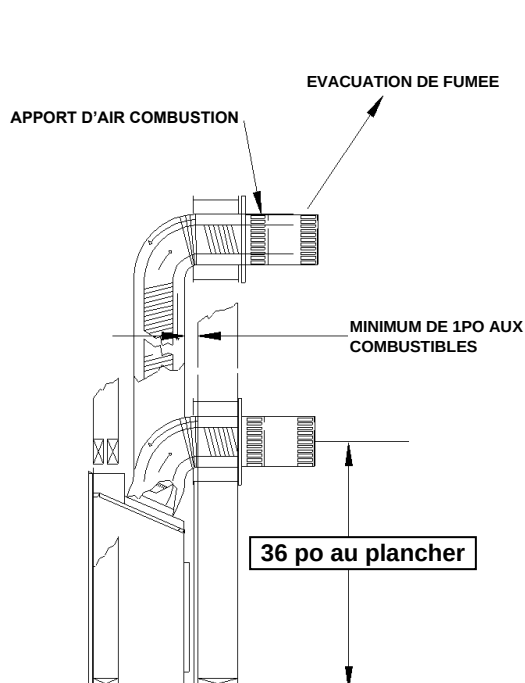
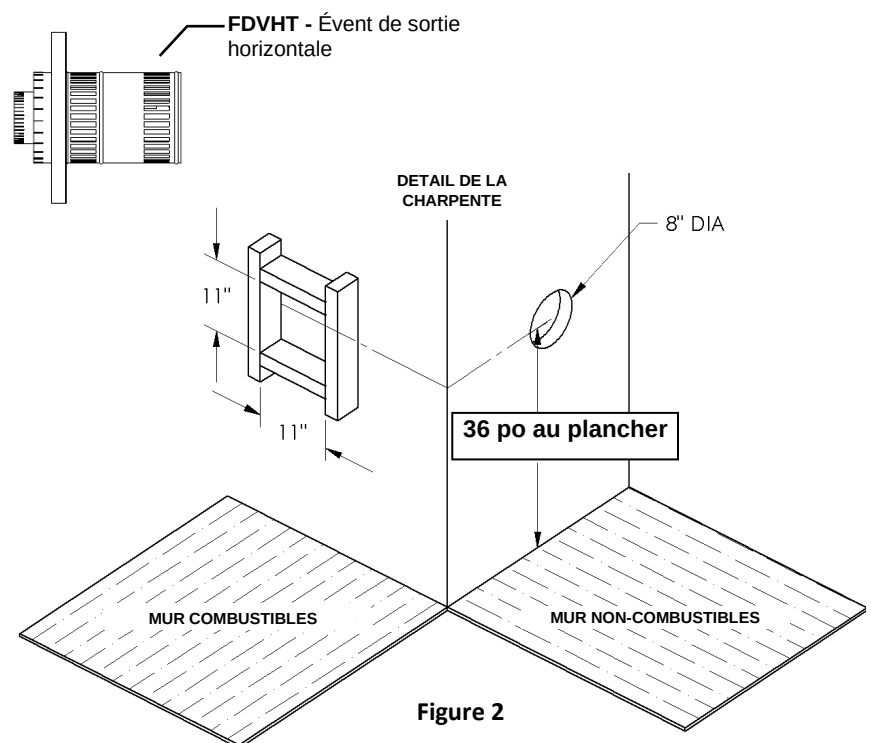

Figure 1
Figure 2
Placez les ressorts d'espacement environ tout les 2pi pour stabiliser le conduit flexible de 4po à l'intérieur du conduit flexible de 7po. Pour les courbes, placez les ressorts dans la courbe ou avant et après. (voir fig.1)
Étirez les tuyaux de 4po et 7po pour que le tuyau de 7po dépasse du mur extérieur d'environ 2po ou 3po et le tuyau de 4po sorte de celui de 7po d'environ 2po à 3po. (voir fig.1) Attachez le tuyau de 4po à l'évent de sortie en premier et fixez-le à l'aide de scellant et de vis puis attachez le conduit flexible à l'évent et fixez le à l'aide calfeutrage et de vis. L'évent peut ensuite être repoussé vers le mur extérieur et attaché à la maison en le vissant à la charpente. Mettez de la silicone autour de l'évent de sortie pour le rendre étanche. Si vous allez utiliser un écran de revêtement, fixez le en utilisant les mêmes trous que pour le dessus de l'évent, après que celui-ci ait été étanchéifié avec du calfeutrant.
1. Pour déterminer la distance minimale entre le plancher du foyer et le centre de l'évent voir la page Comment encastrer votre foyer. Percez le mur en prévoyant un espace pour un manchon de 11po x 11po (diamètre intérieur) pour les murs combustibles et un manchon de 8po de diamètre pour les murs non combustibles. (voir figure 2)
4. Pour installer le manchon centrez-le à l'intérieur de l'ouverture de 11po x 11po de la charpente et fixez-le. Passez le conduit dans le manchon mural. (Voir fig.1)
La longueur maximale de conduit horizontal avec un coude à 90 degré au carneau (sortie de fumée) de l'appareil est de 4pi/122cm (figure 1). La longueur maximale est de 20p /6,1m lorsque la longueur verticale est de 7pi/2,1m (figure 2) N.B. : Pour chaque 12po de conduit horizontal il doit y avoir 1/4po de conduit vertical.